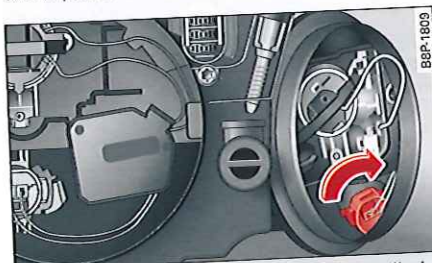

Fig. 223 Boîtier de l'ampoule : serrage de la douille de l'ampoule
- ▶ Remettez l'ampoule en place dans le boîtier du phare ⇒ *fig. 223* ⇒ **⚠** *au chapitre Remplacement des ampoules à la page 216.* Tournez la fiche de l'ampoule dans la douille légèrement vers la gauche et vers la droite jusqu'à ce qu'elle s'enclenche.